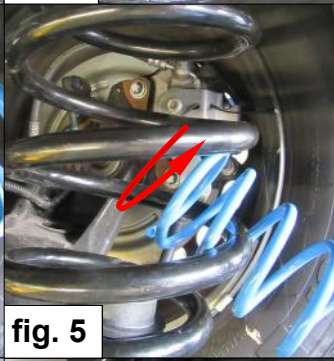

fig. 5
4. Introduisez le ressort auxiliaire **C** avec un mouvement de basculement dans le ressort principal à travers les spires du ressort principal. (Voir fig. 5 & 6).